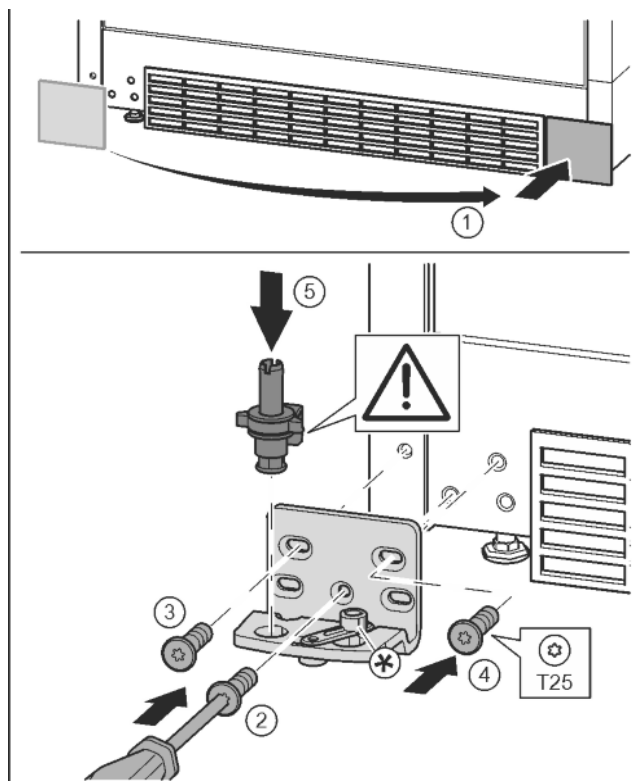

Fig. 18
- ▶ Enlever le cache et le mettre de l'autre côté. Fig. 18 (1)
- ▶ Poser le support de palier de l'autre côté et le visser à l'aide d'un tournevis T25. Commencer par la vis 2 en bas au milieu. Fig. 18 (2)
- ▶ Visser les vis 3 et 4. Fig. 18 (3, 4)
- ▶ Mettre en place l'axe de palier complet. Veiller à ce que l'ergot d'enclenchement soit orienté en arrière. Fig. 18 (5)